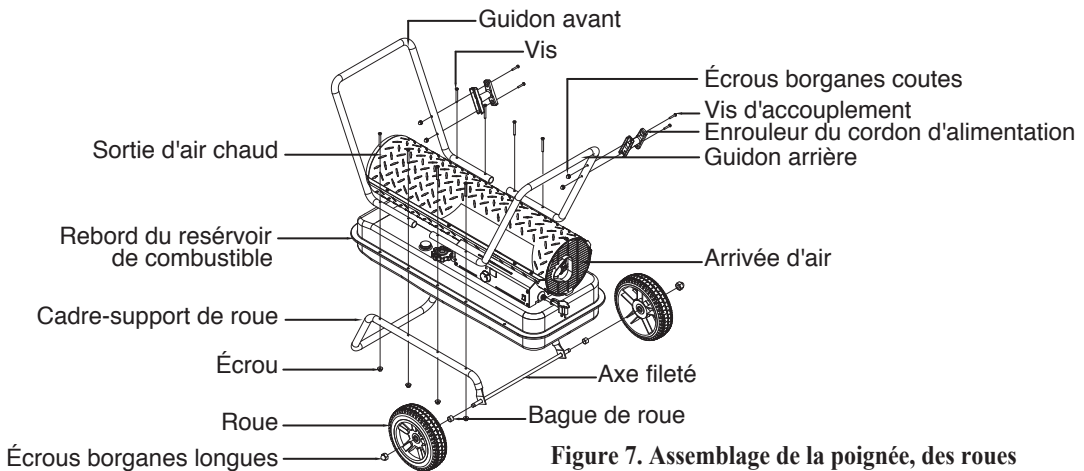

Figure 7. Assemblage de la poignée, des roues
- 4) Positionnez les guidons sur le rebord du réservoir de combustible. Insérez les vis dans les guidons, le rebord du réservoir de combustible et le cadre-support des roues, tel qu'illustré à la figure 7, puis fixez solidement le doigt d'écrou après l'insertion de chaque vis.